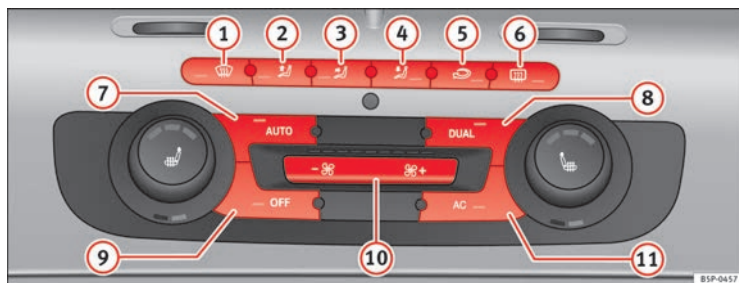

Abb. 110 In der Instrumententafel: Bedienelemente 2C-Climatronic
⇒ Abb. 110.
- Drücken Sie die Taste  ⇒ Abb. 110. Am Display des Radios wird „AUTO High“ angezeigt (hohe Gebläsestufe).
- Drücken Sie erneut die Taste  ⇒ Abb. 110. Am Display des Radios wird „AUTO Low“ angezeigt (niedrige Gebläsestufe).